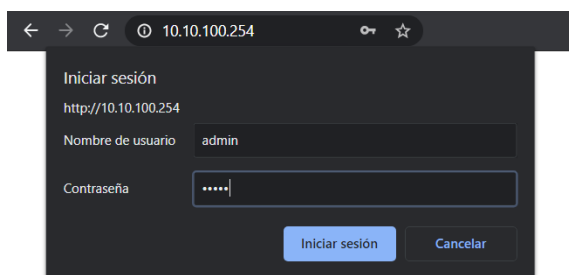

Fig. 48. Ouverture d'une session d'utilisateur.
2. Ouvrir le navigateur et taper l'adresse 10.10.100.254. L'écran suivant s'affiche. Saisir le nom d'utilisateur « admin », le mot de passe « admin » et cliquer ou appuyer sur « Démarrer session » Voir Fig. 48.